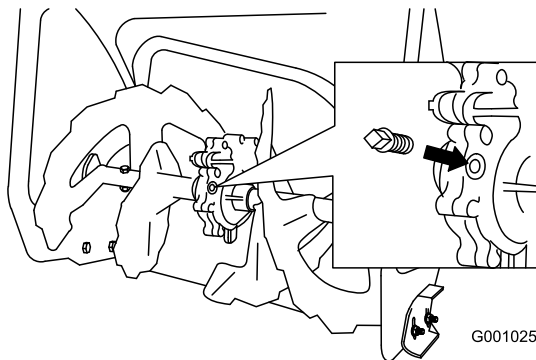

Bild 50
2. Reinigen Sie den Bereich um die Rohrverschluss (Bild 50).